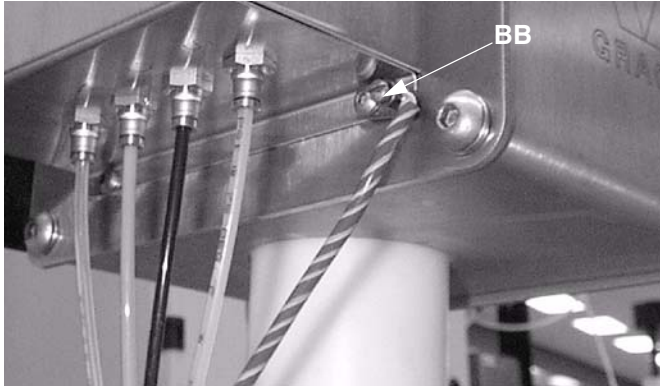

FIG. 25
Conecte un cable de masa desde la lengüeta de masa de la caja lavapistolas (BB) a una tierra verdadera. FIG. 25.